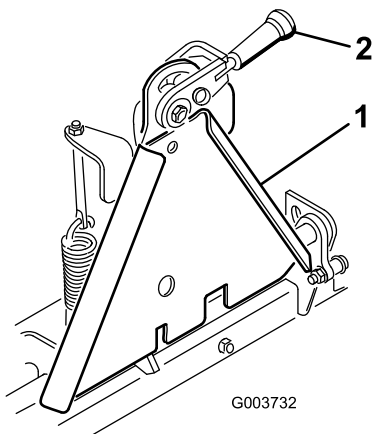

图 1
注意 确保从机器前面看时锁定杆图 1 被转到了左侧解除锁定位置。
5. 将锁定杆向右转将连接器锁定到一起图 1。